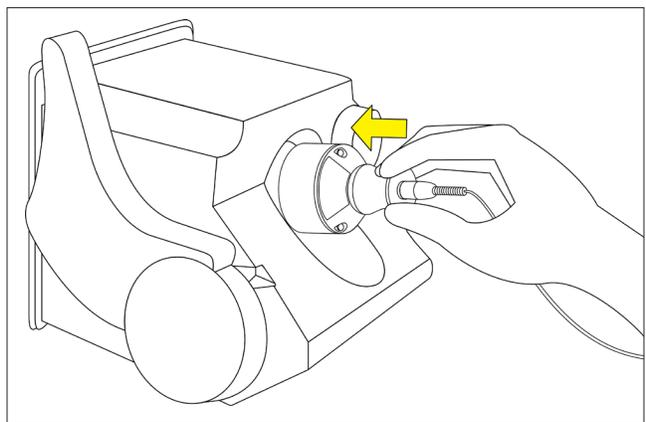

Figura 4. Posicione o módulo de potência.
- (b) Posicione o módulo de potência próximo à base do religador TripSaver II, como mostrado na Figura 4. O módulo é mantido na posição por ação magnética.